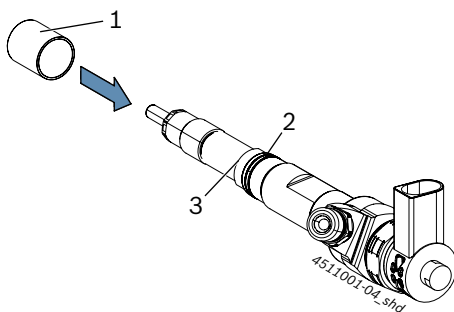

Fig. 4: Pousser la douille d'adaptation sur le CRI
3. Si une douille d'adaptation est nécessaire, pousser la douille d'adaptation correspondante (Fig. 4, pos. 1) sur le CRI jusqu'en butée (Fig. 4, pos. 3).
4. Dans les étapes suivantes, veiller à ce que la douille d'adaptation reste en butée (Fig. 4, pos. 3) du CRI et ne glisse pas vers le bas.